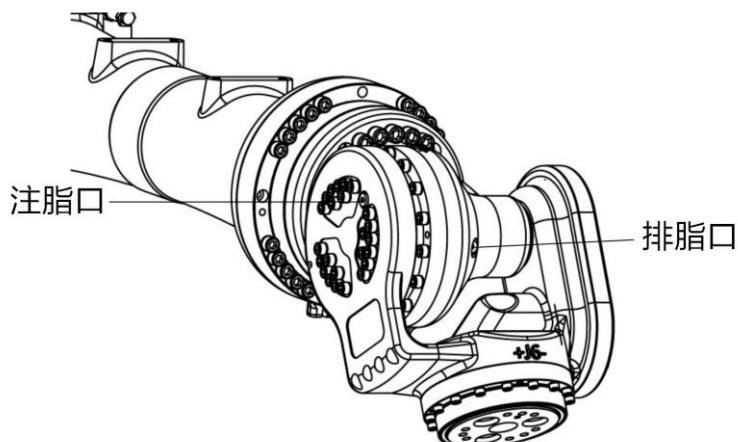

图 13-9 更换 J5 轴减速器及齿轮箱润滑脂
- 卸下排脂口 M10x1 堵头及密封垫片，如图 13-9 所示。